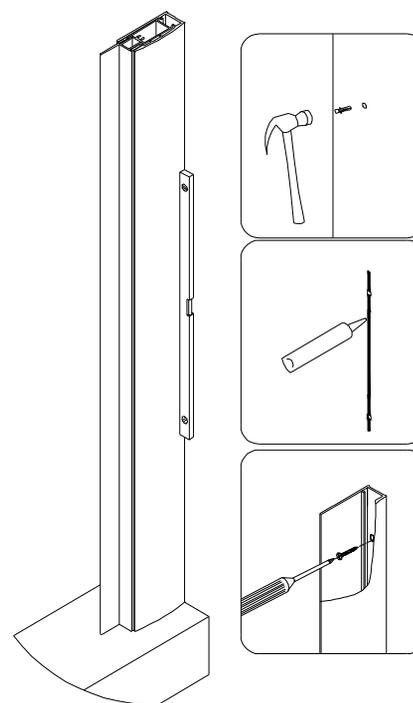

Рис. 13
Вставьте собранный **Внутренний профиль (04)** обратно в углубление **Наружного профиля (05)**. Рис. 13